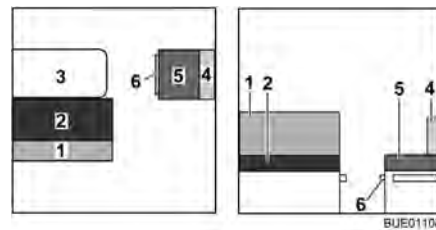

Fig. 121 Antes de la transformación
- Transformar la mesa (Fig. 121,3) en base de cama (véase apartado 6.10).
- Quitar el cojín del respaldo (Fig. 121,1) y ponerlo a un lado.
- Quitar el cojín del respaldo (Fig. 121,4) y el cojín del asiento (Fig. 121,5) y ponerlos a un lado.